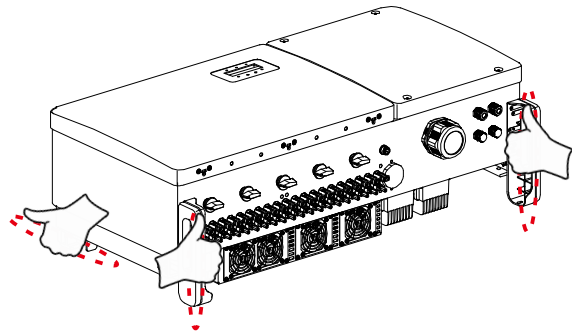

Figura 3.4 Asas del inversor
2. Se necesitan dos personas para sacar el inverter de la caja de envío. Use las asas integradas en el dissipador de calor para extraer el inverter de la caja (consulte la figura 3.4).